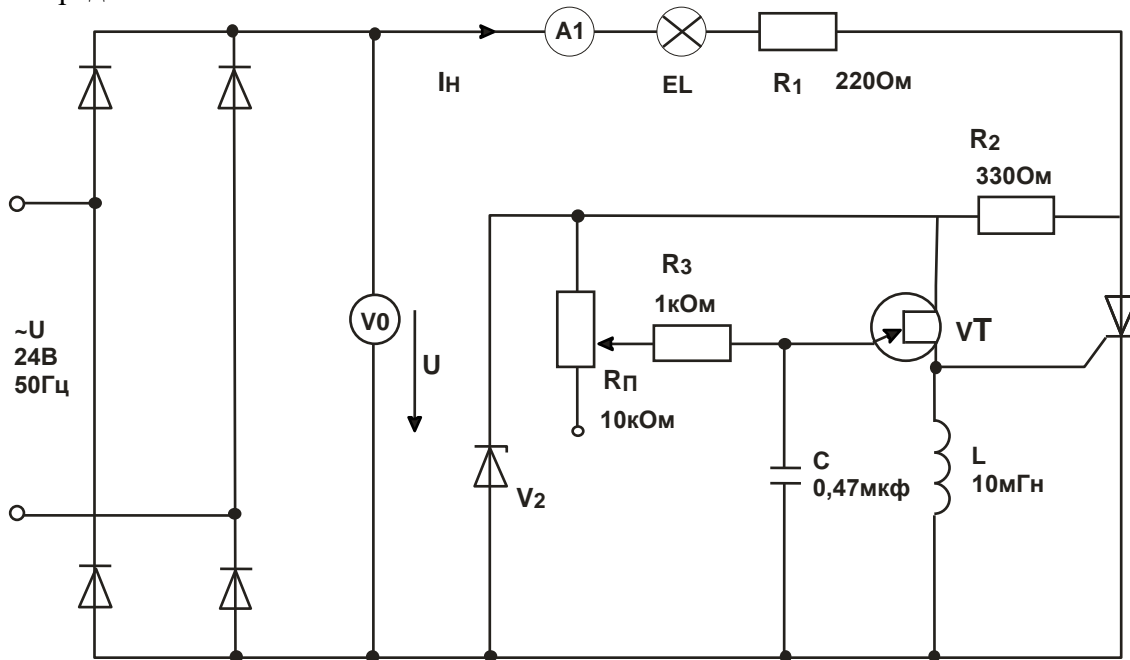

Рис. 6.3.2
- Соберите цепь согласно схеме (рис. 6.3.2) и подайте на вход этой цепи синусоидальное напряжение 24 В, 50 Гц. Для измерения тока в цепи нагрузки и угла задержки отпирания тиристора включите виртуальные приборы V0, A1 и виртуальный осциллограф. Не забудьте установить род измеряемой величины – «среднее значение».